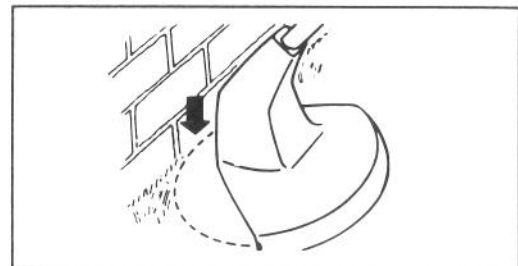

Figure 11
7. NE FORCEZ PAS L'OUTIL. Laissez l'extrémité du fil de nylon faire la coupe (surtout le long des murs). En coupant avec plus que l'extrémité du fil, vous réduisez l'efficacité de coupe et surchargez le moteur (Fig. 11).